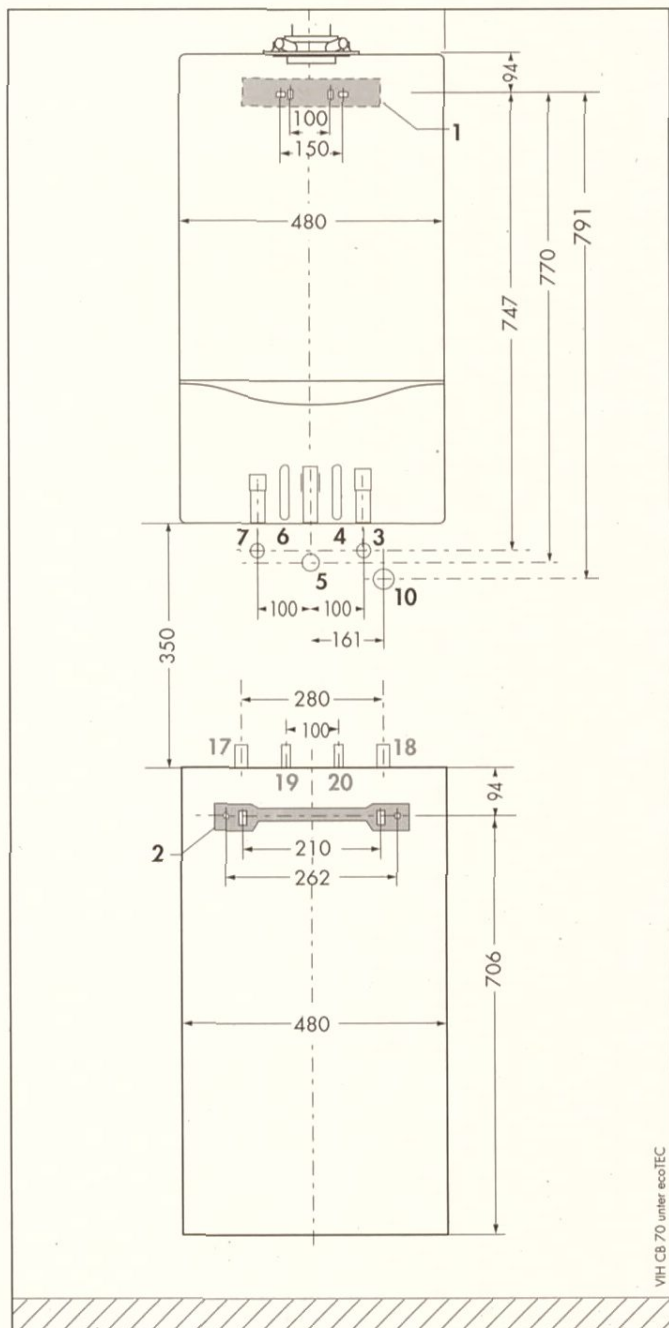

Abb. 4.2 Montage VIH CB 70 unter Brennwert Heizgeräten
- Befestigungsbohrungen entsprechend der Abbildung 4.2 anbringen.
Legende zu Abb. 4.2: